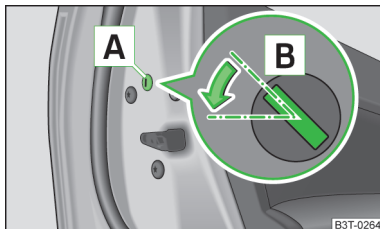

Fig. 195
- > Demontați masca [A] » fig. 195.